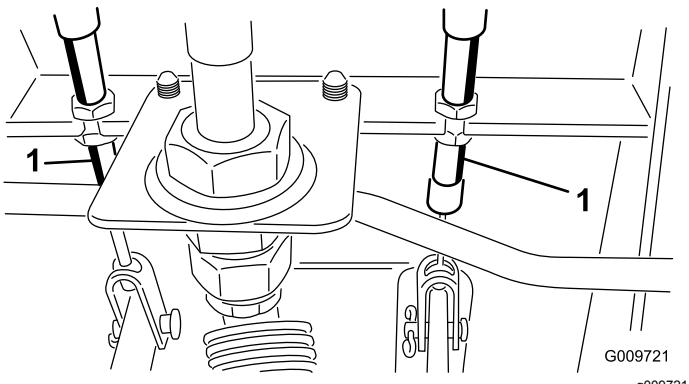

Figura 66
- A. Allentate il dado anteriore sull'estremità filettata del cavo del freno (Figura 66).